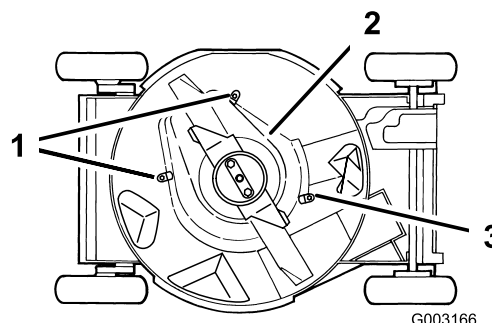

Figura 39
6. Afloje las pestañas que fijan el protector del embrague del freno de la cuchilla a la plataforma, aflojando las tuercas o los pernos de las pestañas (Figura 39). Gire las pestañas 180° para que no estorben.